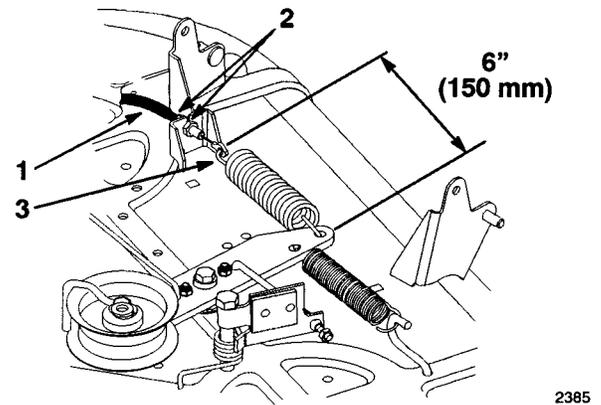

Bild 46
12. Den Messerschalthebel (ZWA) am Armaturenbrett einschalten. Den Abstand zwischen den Hakenenden der Mitläuferfeder messen (Bild 46). Die Klemmuttern so einstellen, daß ein Abstand von 150 mm resultiert (Bild 46).